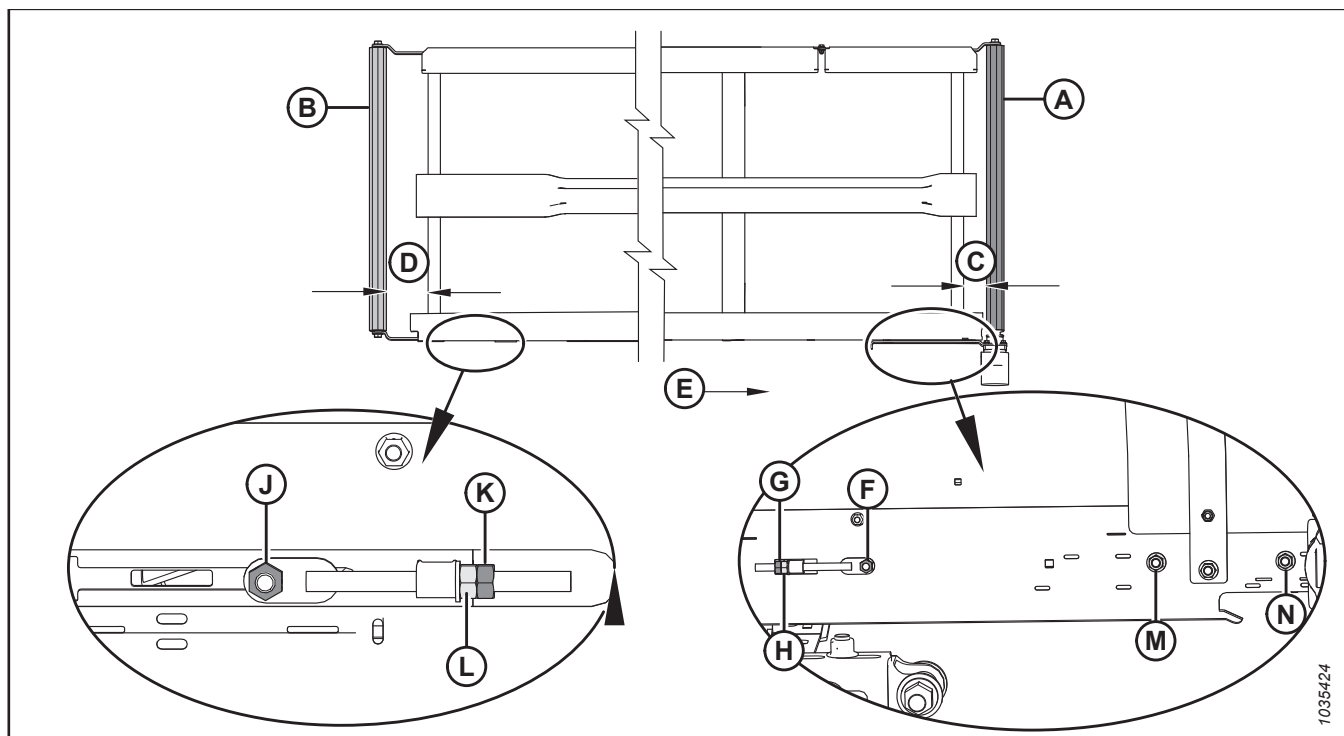

Figure 5.93: Réglage de l'alignement du tapis – Tapis gauche
2. Réglez le rouleau d'entraînement (A) pour changer C (consultez le tableau 5.11, page 291 et la figure 5.93, page 291) comme suit :
- a. Desserrer les écrous (F), (M) et (N), et le contre-écrou (G).
- b. Tournez l'écrou de réglage (H).
- c. Serrer les écrous (F), (M) et (N), et le contre-écrou (G).
3. Réglez le rouleau libre (B) pour changer D (consultez le tableau 5.11, page 291 et la figure 5.93, page 291) comme suit :
- a. Desserrez l'écrou (J) et le contre-écrou (K).
- b. Tournez l'écrou de réglage (L).